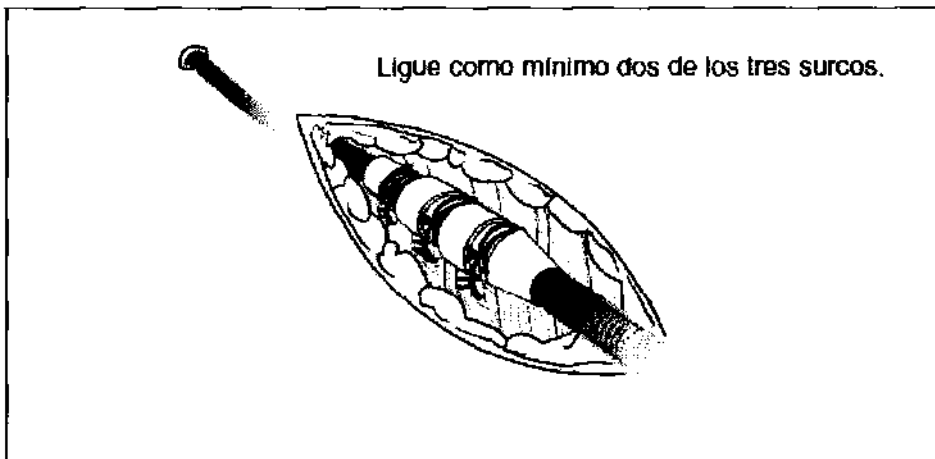

Figura 8. Uso del manguito con la técnica de implantación percutánea.
1. Pele la vaina introductora y deslice el manguito de sutura profundamente en el tejido (Figura 8).